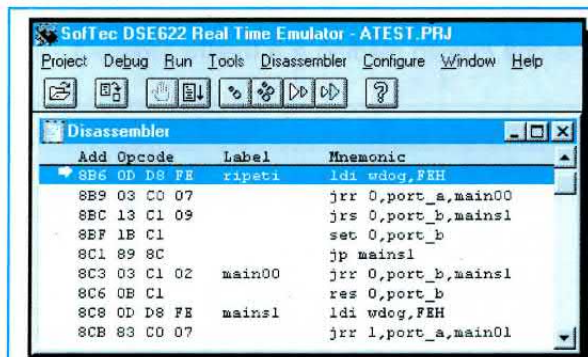

Fig.85 Il programma è fermo su "ripeti".
- Ponete il cursore su **ripeti** e cliccate, poi cliccate su **OK** e vedrete apparire la finestra di fig.85. Noterete che la prima riga in alto è ferma sull'etichetta **ripeti**.
Per uscire cliccate su **OK** e nella successiva maschera cliccate nuovamente su **OK**: apparirà così la maschera di fig.85.
Ora che avete visto abbiamo spiegato come sia possibile modificare un ingresso da **livello logico 0** a **livello logico 1** o viceversa, potete fare un po' di pratica portando a **livello logico 1** anche il piedino di un altro **ingresso** per poi riportarlo a **livello logico 0**, poi verificate se i piedini d'**uscita** sono passati da **livello logico 0** a **livello logico 1**. Per verificarlo dovrete sempre far ripartire il programma dell'etichetta **ripeti** (vedi fig.85).